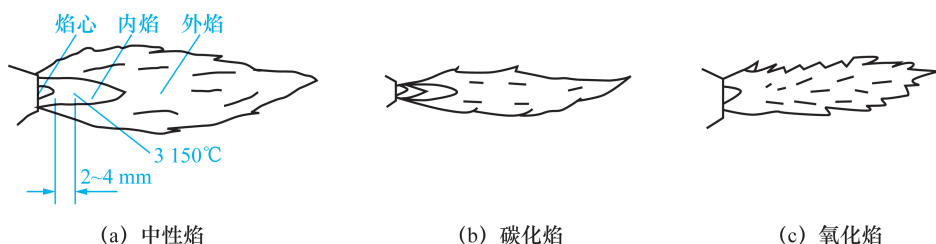
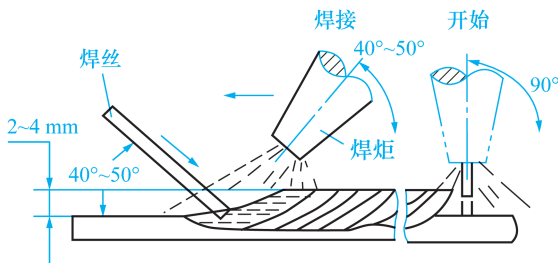

图 1-31 3 种不同的气焊火焰
图 1-32 焊接示意图
(4)气焊火焰:气焊操作时,调节焊炬的氧气阀门和乙炔阀门,可以改变氧气和乙炔的混合比例而得到 3 种不同气焊火焰(图 1-31),即中性焰、碳化焰和氧化焰。
①中性焰:是在氧气与乙炔的比值为 1.1~1.2 时获得。焰心是亮白色,内焰是橘红色,外焰是淡蓝色,内焰温度最高,约为 3 150℃。中性焰用于焊接低碳钢、中碳钢、合金钢、紫铜和铝合金等材料,是应用最广泛的一种气焊火焰,如图 1-31(a)所示。
②碳化焰:是在氧气与乙炔的比值为 0.85~0.95 时获得。由于氧气较小,燃烧不完全,整个火焰比中性焰长,且火焰中含乙炔比例越高,火焰就越长。当乙炔过多时,还会冒出黑烟。碳化焰用于焊接铸铁、高碳钢、硬质合金和镁合金等,如图 1-31(b)所示。
③氧化焰:是在氧气与乙炔的比值为 1.3~1.7 时获得,火焰变短,仅由焰心及外焰组成。由于氧气较多,燃烧剧烈,火焰明显缩短,焰心是锥形,有较强的“嘶嘶”之声。氧化焰易使金属氧化,除焊接黄铜外,一般不用,如图 1-31(c)所示。
①点火:点火时,先把氧气阀门略微打开,以吹掉气路中的残留杂物,然后打开乙炔阀门,点燃火焰,这时的火焰是碳化焰。
②调节火焰:火焰点燃后,逐渐开大氧气阀门,将碳化焰调整成中性焰。
③焊接:在焊接时,应右手握焊炬,左手拿焊丝。为了尽快加热和融化工件而形成焊池,焊炬倾角接近垂直工件,如图 1-32 所示。正常焊接的焊炬倾角一般保持在 40°~50°之间。在焊接结束时,则应将倾角减小一些,以便更好地填满弧坑。